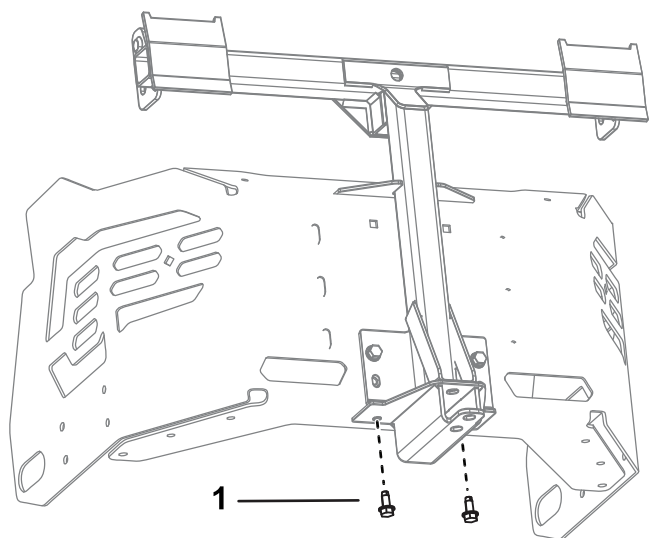

Figura 16
3. Skinite postojeća 2 samourezujuća vijka sa donjeg dela rama mašine (Figura 16).
5. Okrenite okretni ram nagore i pričvrstite ga za donji deo rama mašine pomoću 2 samourezujuća vijka (5/16 × 3/4") kako je prikazano na Figura 16.